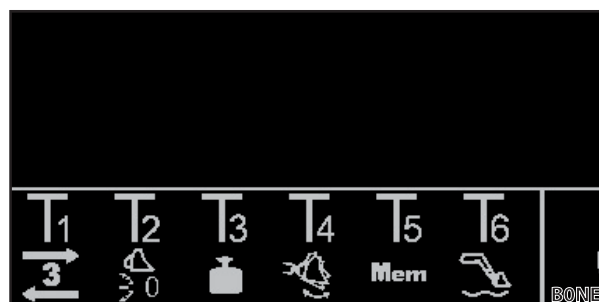

Fig. 33 Voorbeeld knopbezetting
- (1) Knop Tx (🖱️) op de joystick indrukken en joystick tegelijkertijd in de richting *Storten* zwenken.
**i** Welke knop moet worden ingedrukt, hangt af van de betreffende knopbezetting. In Fig. 33 is het bijv. knop T4.